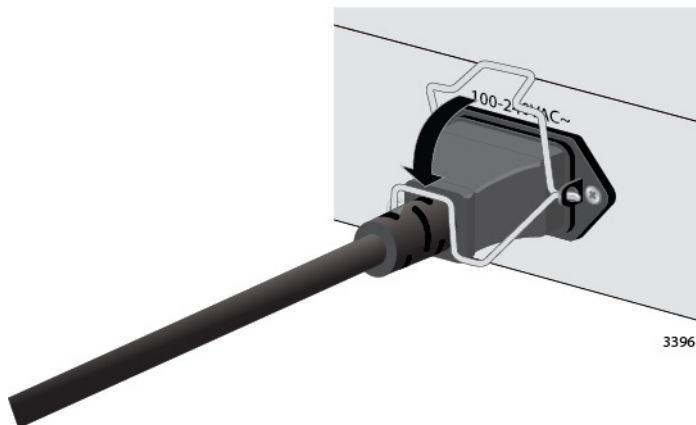

Рисунок 29. Опускание удерживающего зажима для шнура питания
4. Переведите удерживающий зажим шнура питания в нижнее положение, чтобы закрепить шнур питания на коммутаторе. См. рис. 29.